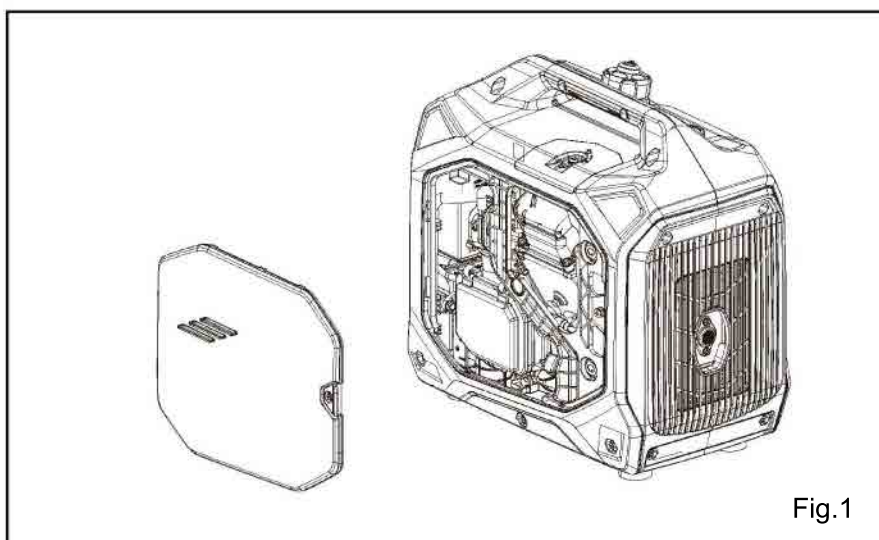

Fig.1
- Pour changer l'huile, retirez d'abord le Panneau de entretine (Fig. 1).